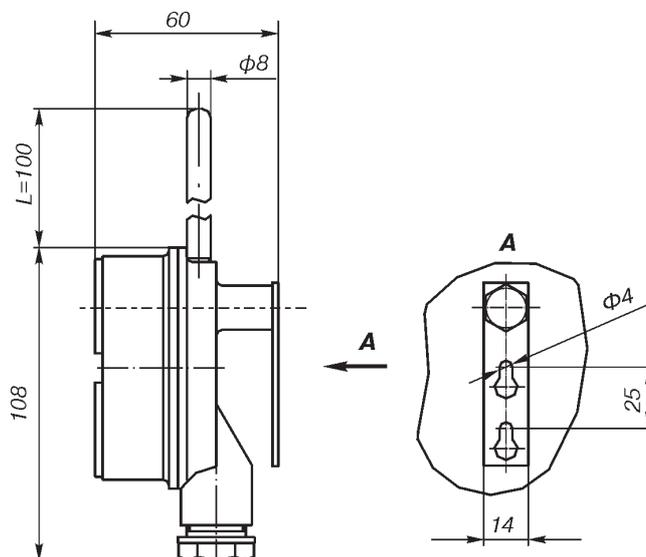

Рис.4.
**Назначение:** термопреобразователи сопротивления **ТСМ Метран-203, ТСМ Метран-204 по рис.4** предназначены для измерения температуры воздуха в помещениях различного назначения.
**04** по рис.4